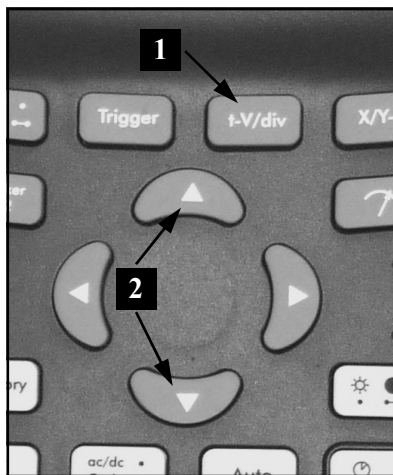
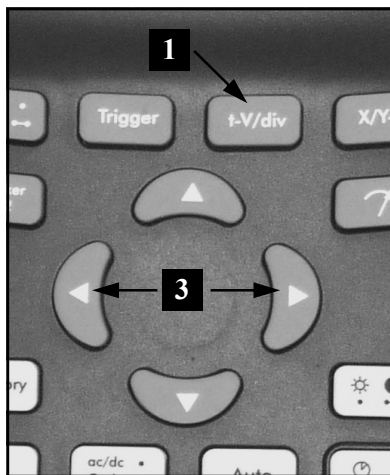

Fig 40
Fig 41
First press the „t-V/div“ key (1), use up/down cursorkeys (2) for changing the input sensitivity (V/div) (Fig 40). Press the left/right (3) cursorkeys for changing the timebase (time/div). (Fig 41)
1. Changing Volt/div (Fig. 40):
2. Changing the timebase (fig. 41):
Druk eerst "t-V/div" (1) en daarna de omhoog of omlaag pijltoetsen (2) voor het wijzigen van de ingangsgevoeligheid (V/div) (Fig 40). Gebruik de linker of rechter pijltoetsen (3) voor het wijzigen v/d tijdsbasis (t/div). (Fig 41)
1. Wijzigen v/d spanning per verdeling (Fig. 40):
2. Wijzigen van de tijdsbasis (fig. 41):
Enfoncez d'abord la touche "t-V/div" (1) et utilisez les touches curseur haut/bas (2) pour modifier la sensibilité d'entrée (V/div) (Fig 40). Utilisez les touches curseur gauche/droite (3) pour modifier la vitesse de balayage de la base de temps (t/div) (Fig 41)
1. Modification de la tension par division (fig. 40):
2. Réglage de la base de temps (fig. 41):
Drücken Sie zuerst die „t-V/div“ (1) Taste um danach mit den Pfeiltasten „hoch“ und „runter“ (2) die Eingangsempfindlichkeit (V/div) zu ändern (Fig 40). Drücken Sie die Pfeiltasten links und rechts (3) um die Zeitbasis (t/div) zu ändern. (Fig 41).
1. Ändern von Spannung pro Teilung (Abb. 40):
2. Ändern der Zeitbasis (Abb. 41):